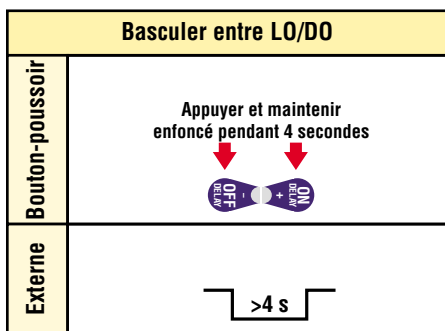

Figure 15. Options pour basculer entre commutation claire/sombre
Le mode Commutation claire (LO) ou Commutation sombre (DO) peut être sélectionné à l'aide des deux boutons-poussoirs ou d'une impulsion de 4 secondes sur le fil externe pour passer d'une sélection à l'autre. Voir Figure 15.